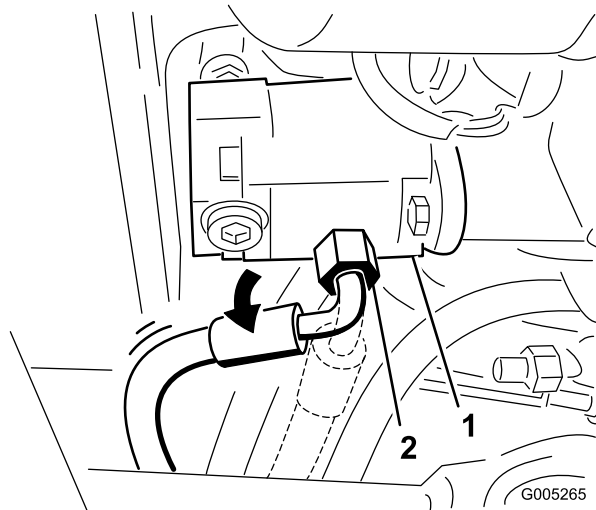

Figura 84
37. Allentare il raccordo del flessibile della pressione nella pompa e ruotare il raccordo di 45 gradi verso la parte posteriore della macchina (Figura 84).
Nota: Figura 84 rappresenta la veduta da sotto il trattorino.